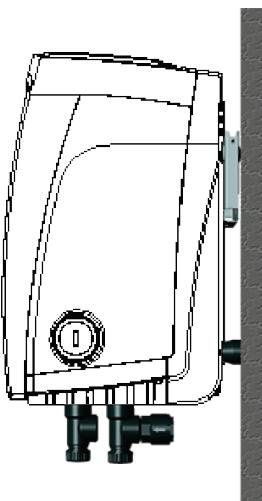

Rysunek 17
3. zdemontować korek spustu uważając, aby nie wypadła uszczelka o-ring (rys. 17);